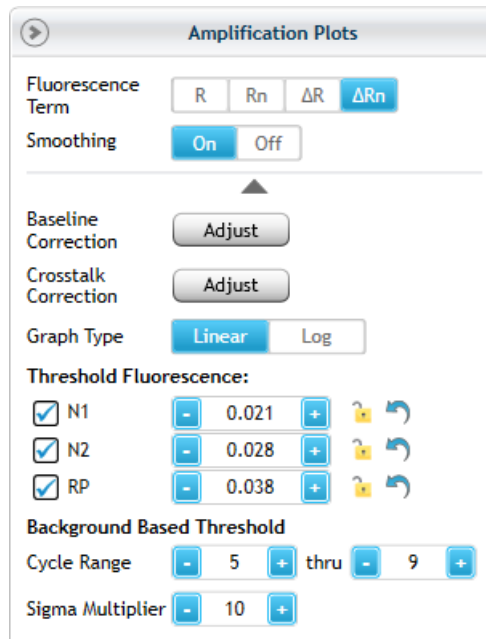

Figura 20 Configurações padrão para gráficos de amplificação no software Aria (os valores de Threshold Fluorescence irão variar entre os testes)
- 5 Certifique-se de que a tela está exibindo os gráficos de amplificação e que os parâmetros de análise padrão correspondem aos mostrados na **Figura 20**.
Se você não visualizar o painel completo dos parâmetros de análise mostrado na **Figura 20**, clique na ponta de seta para baixo logo abaixo da configuração **Smoothing** para expandir o painel.
Observe que os valores padrão de Threshold Fluorescence no seu teste provavelmente serão diferentes daqueles mostrados na **Figura 20**. O software calcula os valores padrão com base no nível de ruído de fluorescência no intervalo do ciclo de fundo. Conseqüentemente, os valores padrão irão variar entre os testes.